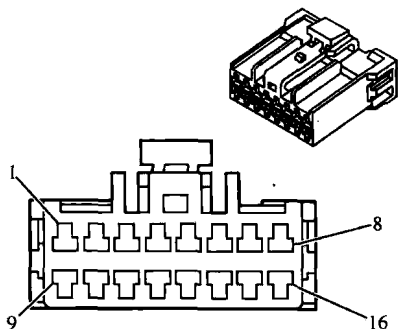
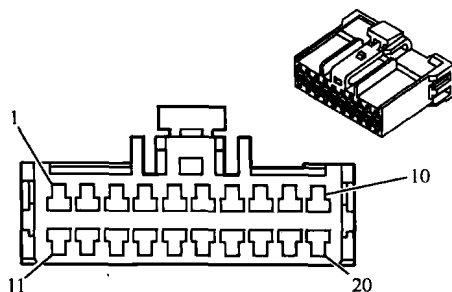

图 1-1-1 自动暖风、通风、空调系统控制
图 1-1-2 自动暖风、通风、空调系统控制
1. 自动暖风、通风、空调系统控制模块安装位置针脚识别 (图 1-1-1、图 1-1-2)